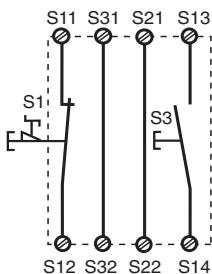

Fig. 3: Eingangskreis einkanalig, manueller Start/Single-channel input circuit, manual reset/Commande par 1 canal, validation manuel
- Fig. 3, 4 und 5, 6: **keine** Verbindung S13-S14
- Fig. 3, 4 and 5, 6: S13-S14 **not** connected
- Fig. 3, 4 et 5, 6: